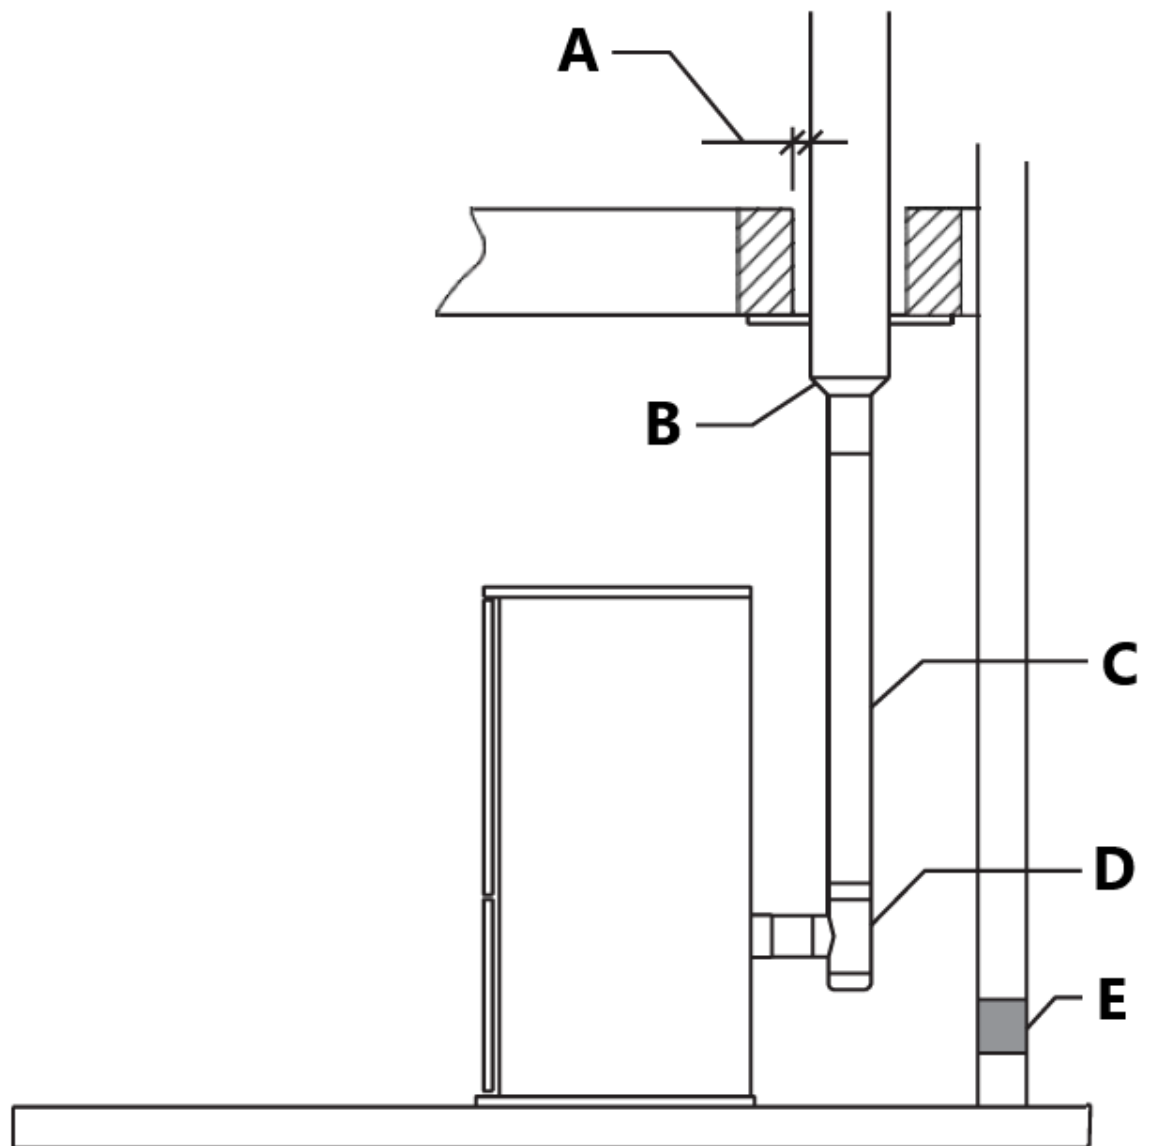

Fig. 14
- Når du lufter inn i en klasse A stålskorstein (fig.14), bruk en passende PL Vent-adapter.